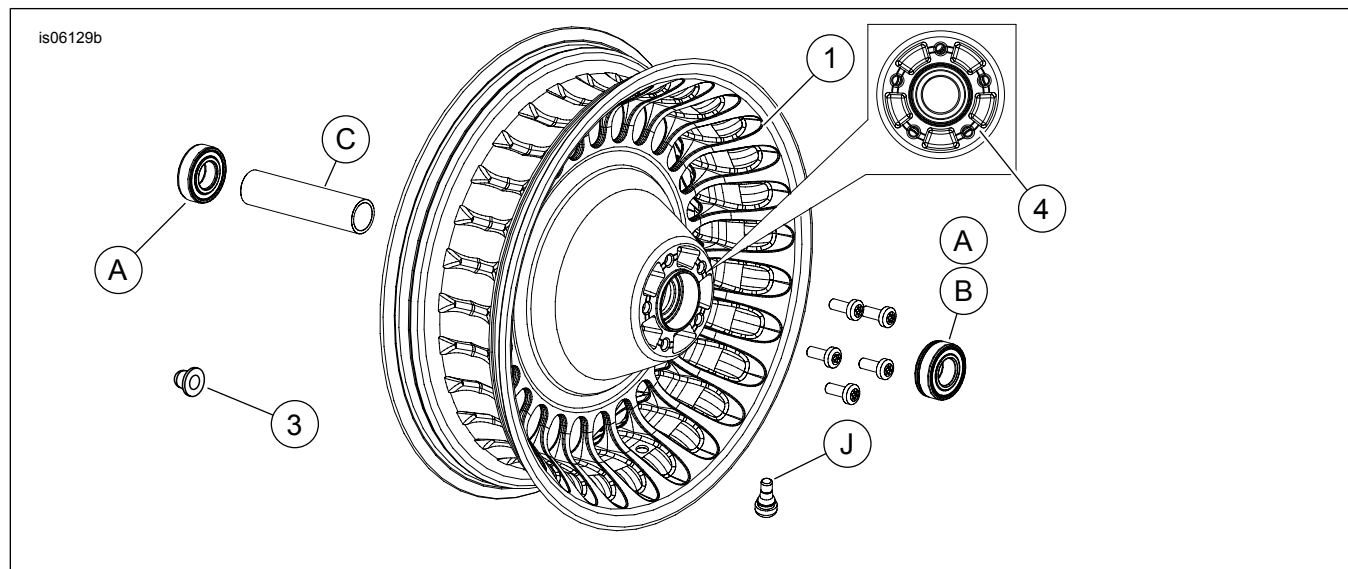

Figura 1. Piezas de servicio: Rueda trasera de 28 rayos (se muestra la de 16 pulg.)
Vea Figura 1 y las Tablas de piezas de servicio.
2. Vea Figura 1. Instale el conjunto del vástago de la válvula (J) en la rueda. Vea el Manual de servicio.